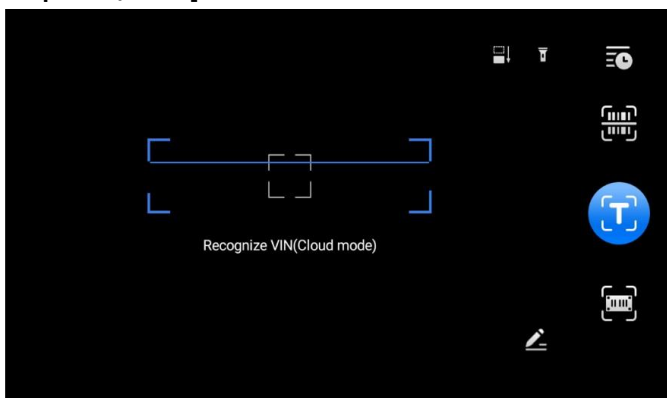

Рисунок 4-7. Первое окно сканирования VIN-номера/лицензии
6. Если VIN-номер, номер лицензии или штрих-код невозможно отсканировать, их можно ввести вручную. Нажмите кнопку , расположенную в нижнем правом углу экрана (см. рисунок 4-7), чтобы отобразить окно ввода VIN-номера. Введите правильный VIN-номер, после чего нажмите кнопку **OK**, чтобы продолжить.